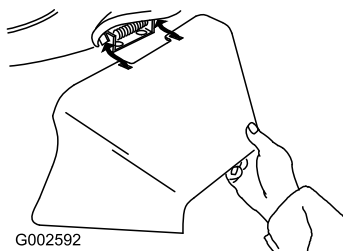

Figure 31
3. Montez l'éjecteur latéral et rabattez le volet sur l'éjecteur (Figure 31).